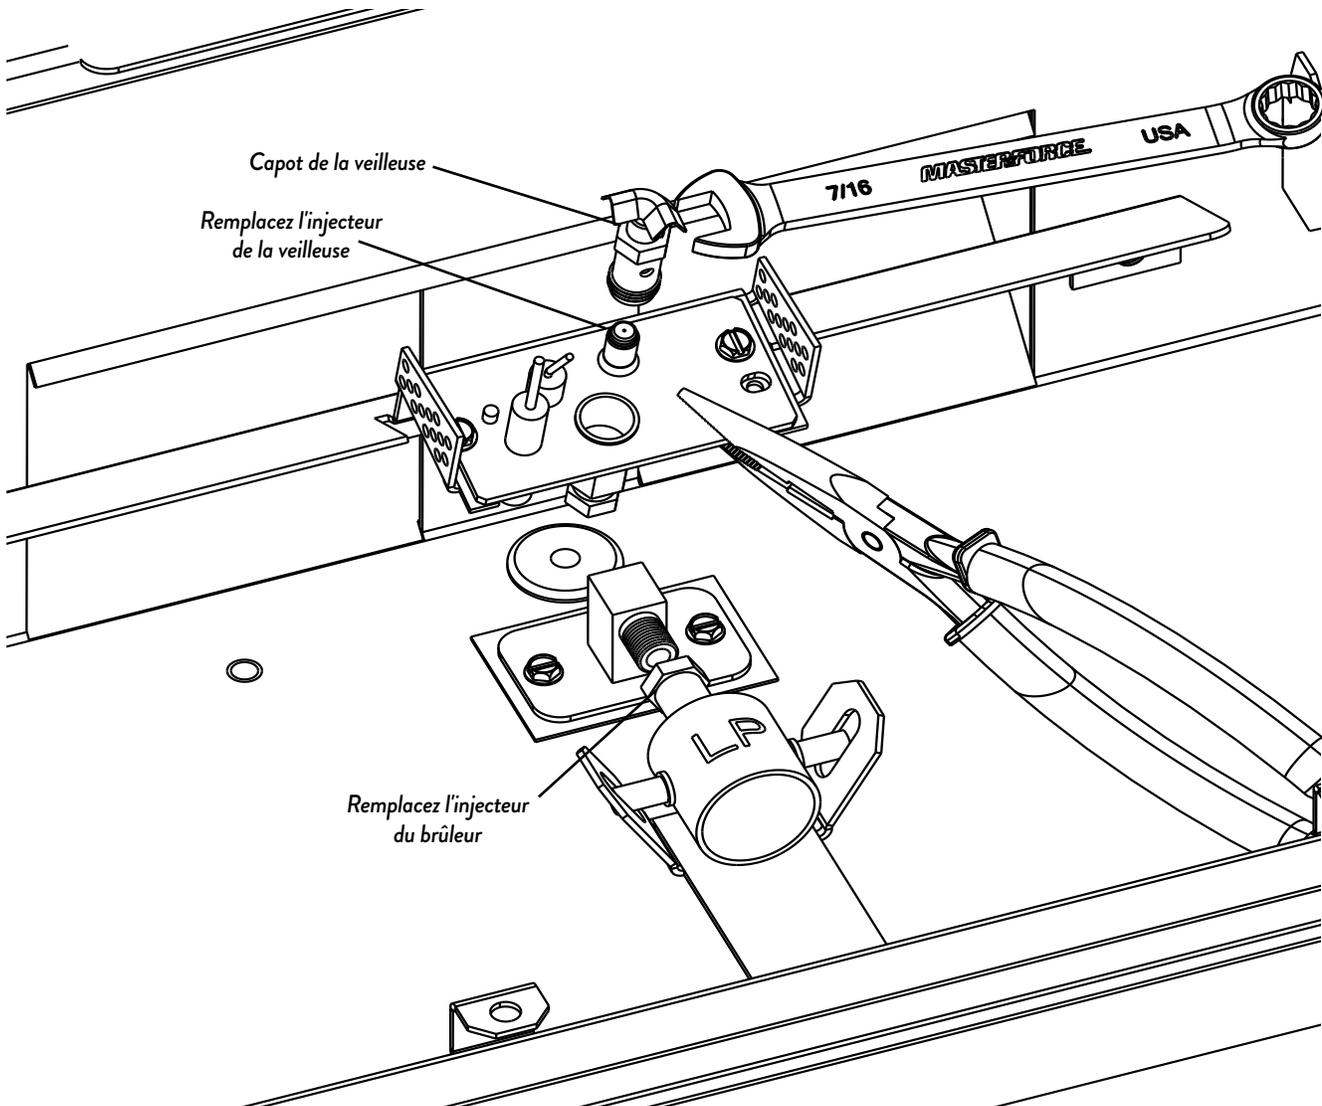

Figure 7.3.
5. **Remplacez l'injecteur du brûleur.** Voir la figure 7.3. À l'aide d'une clé à fourche de 1/2 po ou d'une douille à puits profond, retirez l'injecteur du brûleur du support d'orifice et remplacez-le par l'injecteur fourni dans le kit de conversion.
6. **Remplacer l'injecteur de la veilleuse, figure 7.3**
7. **Retournez l'obturateur d'air.** Pliez soigneusement la poignée de l'obturateur d'air et retournez l'obturateur d'air de sorte qu'il affiche « GPL ». Pliez soigneusement la poignée de l'obturateur d'air autour de l'obturateur d'air. Voir la figure 7.3.